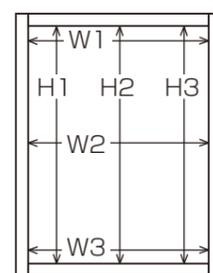

図1
- ①取付ける開口部H1~H3、W1~W3の寸法差が3mm以内であることを確認してください。(図1)